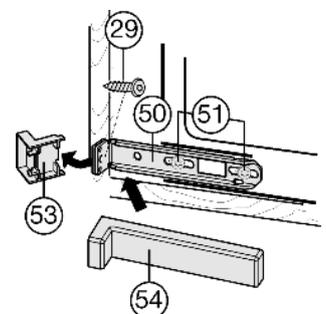

Fig. 19
- ▶ Allentare le viti Fig. 19 (51).
- ▶ Avvitare la squadretta di fissaggio Fig. 19 (50) inferiore al fianco del mobile con viti per truciolare Fig. 19 (29) $\varnothing 4 \times 19$.
- ▶ Staccare l'estremità sporgente della copertura Fig. 19 (53). Non è più richiesta.
- ▶ Serrare le viti Fig. 19 (51).
- ▶ Applicare la copertura Fig. 19 (54) sulla squadretta di fissaggio Fig. 19 (50) inferiore.